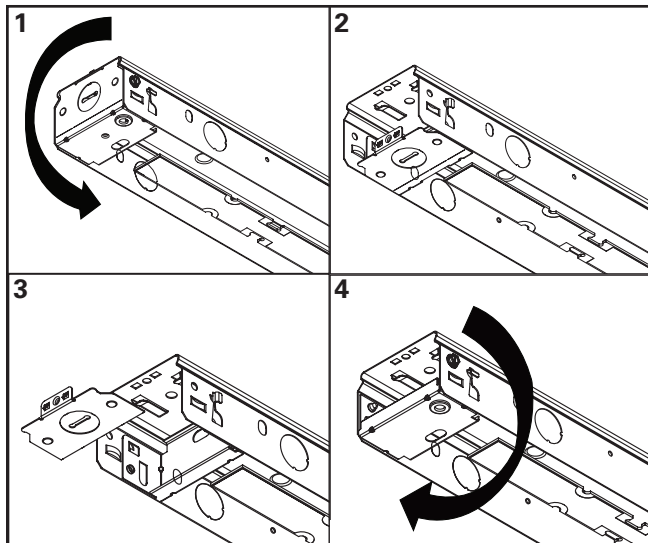

Figure 4.
2. Tournez le support d'extrémité et pliez-le au joint afin de créer un passage pour les fils. (Figure 4)